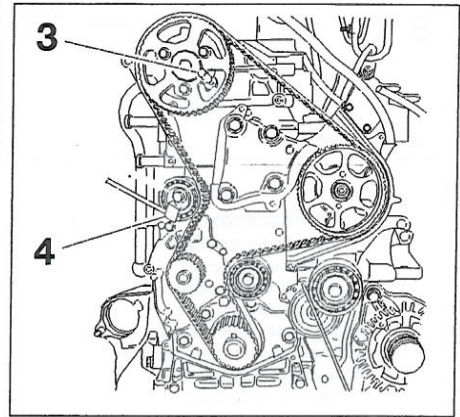

FIGURA 1-10
• Calar el cubo de la rueda dentada de eje de levas con un pasador de \varnothing 8 mm (útil 0188. M) (figura 1-10).
Aflojar el tornillo de fijación del rodillo tensor y a continuación, con una punta cuadrada de 7 mm (palanca PSA 0188.J2) (4), girar el rodillo tensor en el sentido horario para destensar la correa (figura 1-10).